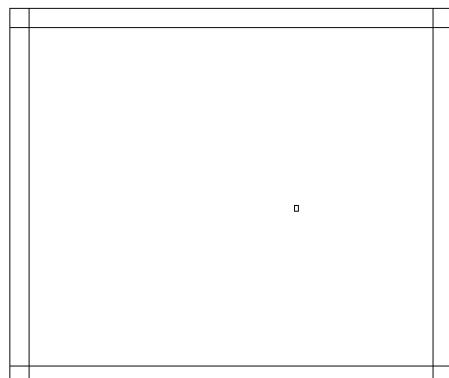

Рис. 2.11 ▼ Все четыре линии смешены внутрь контура тумбы
8. Щелкните на третьей линии, затем внутри прямоугольного контура, а затем – на четвертой линии и снова внутри контура (рис. 2.11).
Итак, внутренние линии стенок тумбы построены. Однако, сравнив рис. 2.11 с рис. 2.2, вы увидите, что часть линий на полученном чертеже лишние, а некоторых не хватает. Вскоре мы решим эту проблему, однако пока что познакомимся с еще одним инструментом AutoCAD, предназначенным для выполнения сопряжения объектов.